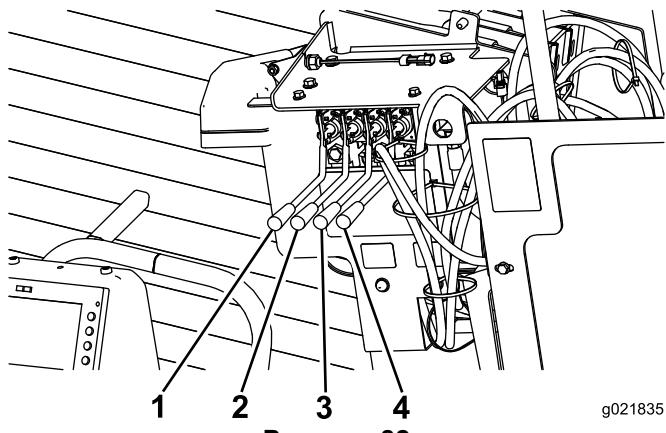

Рисунок 82
11. Нажмите два рычага правых стоек для опускания правых стоек с вращением шинков до полного погружения в грунт (Рисунок 82).